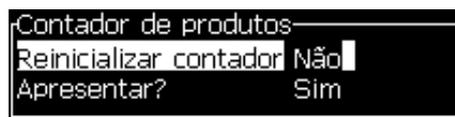

Figura 4-16: Caixa de diálogo Contador de produtos
- 3 Pressione a tecla *Enter* para abrir a caixa de diálogo do contador de produtos (veja Figura 4-16).